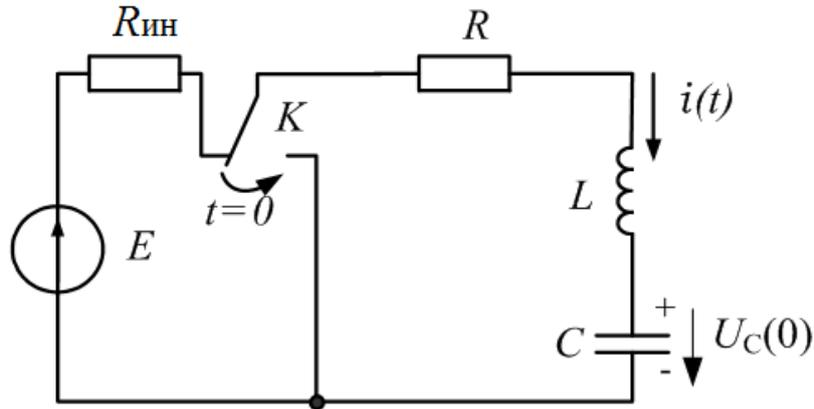
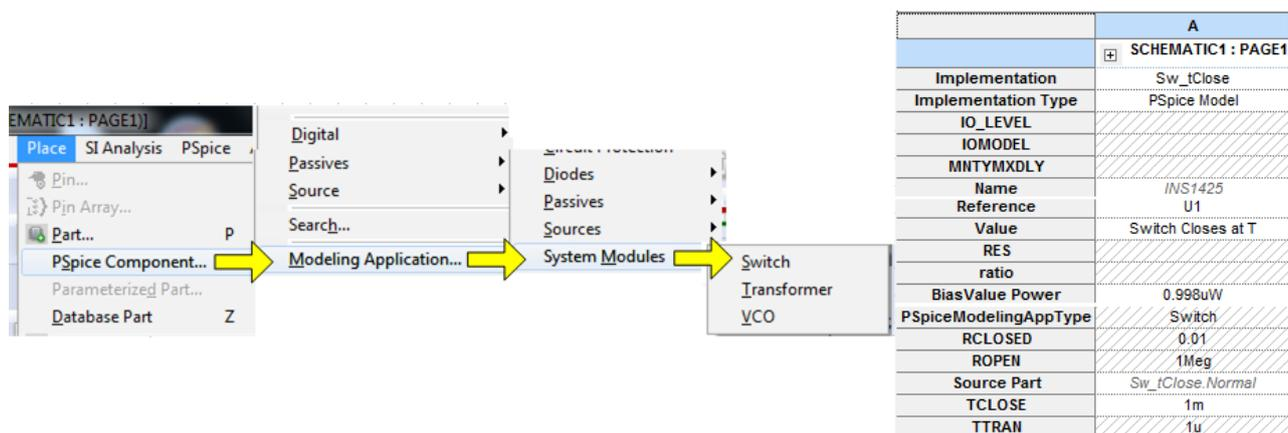

Рис. 8.3. Схема цепи второго порядка
Рис. 8.4. Установка параметров ключа
На рис. 8.3 показана схема цепи второго порядка, содержащей два накопительных элемента: индуктивность и емкость. До коммутации к цепи подключен источник постоянного напряжения $e(t) = E = const$. Емкость заряжена до напряжения $u_C(0_-) = E$. Ток в цепи равен нулю. В момент коммутации ключ K переключается на перемычку и в RLC -цепи происходит разряд емкости. Требуется рассчитать изменение напряжения на емкости $u_C(t)$.
1. Создадим новый проект PR-15 для моделирования цепи второго порядка по схеме рис. 8.3. Ключ следует выбрать из PSpice Component, перемещаясь по пути, показанному на рис. 8.4. В свойствах ключа установим время засыкания TCLOSE=1m, переходное время (время переключения) TTRAN = 1u, сопротивление замкнутого RCLOSED =0.01, сопротивление разомкнутого ключа ROPEN=1Meg.